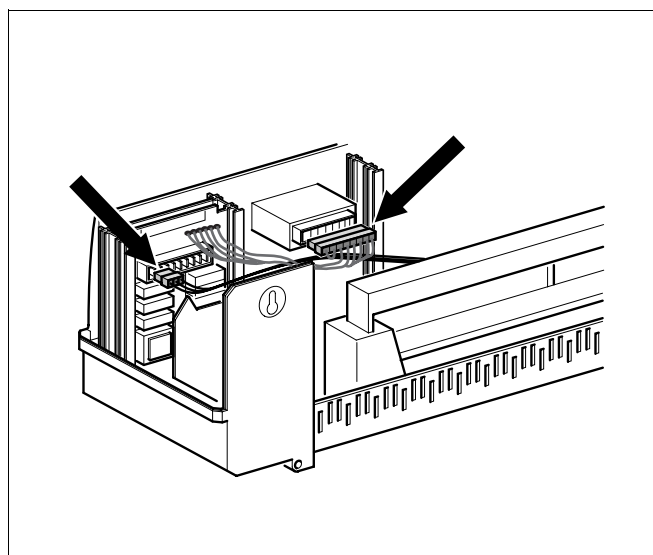

Рис. 4 Подключение электропитания
- Вставьте штекер 230 В в модуль (рис. 4 )